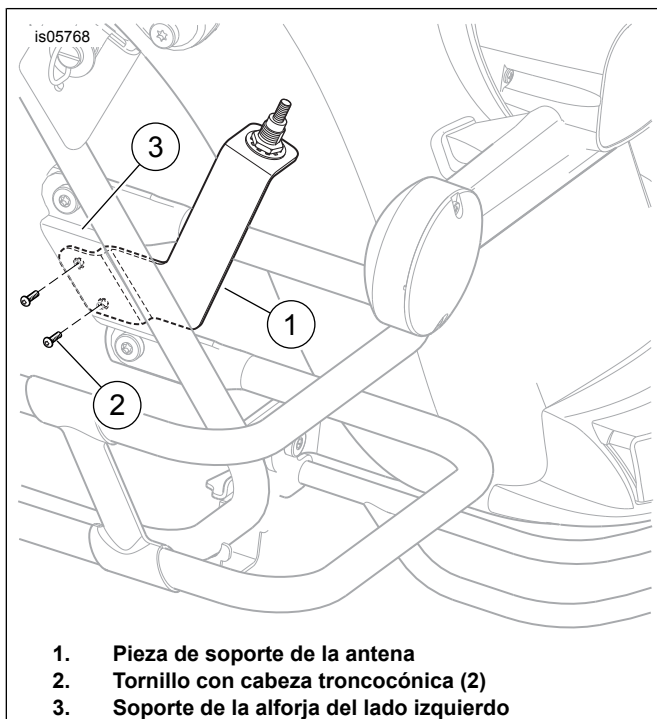

Figura 4. Montaje de la pieza de soporte de la antena AM/FM en el guardabarros (FLHT y FLHTC)
3. Vea Figura 4. Instale la pieza de soporte armada (1) de la antena en el soporte de la alforja del lado izquierdo (3) con los dos tornillos con cabeza troncocónica (2) del kit. Apriete los tornillos a 4,5–6,8 N·m (40–60 in-lbs).